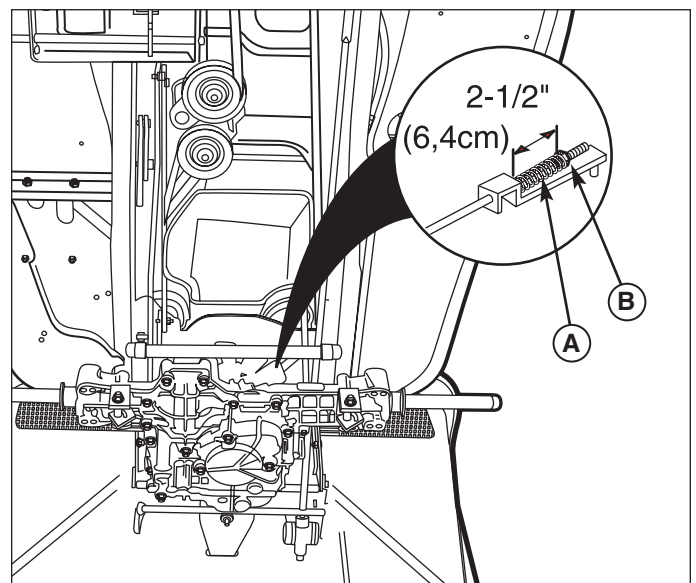

Figure 31. Réglage Du Frein
3. Localiser le ressort de frein (A, Figure 31) et l'écrou de réglage (B).
Si le ressort ne se trouve pas dans cette plage, faire tourner l'écrou de réglage (B, Figure 31) pour comprimer ou relâcher le ressort.